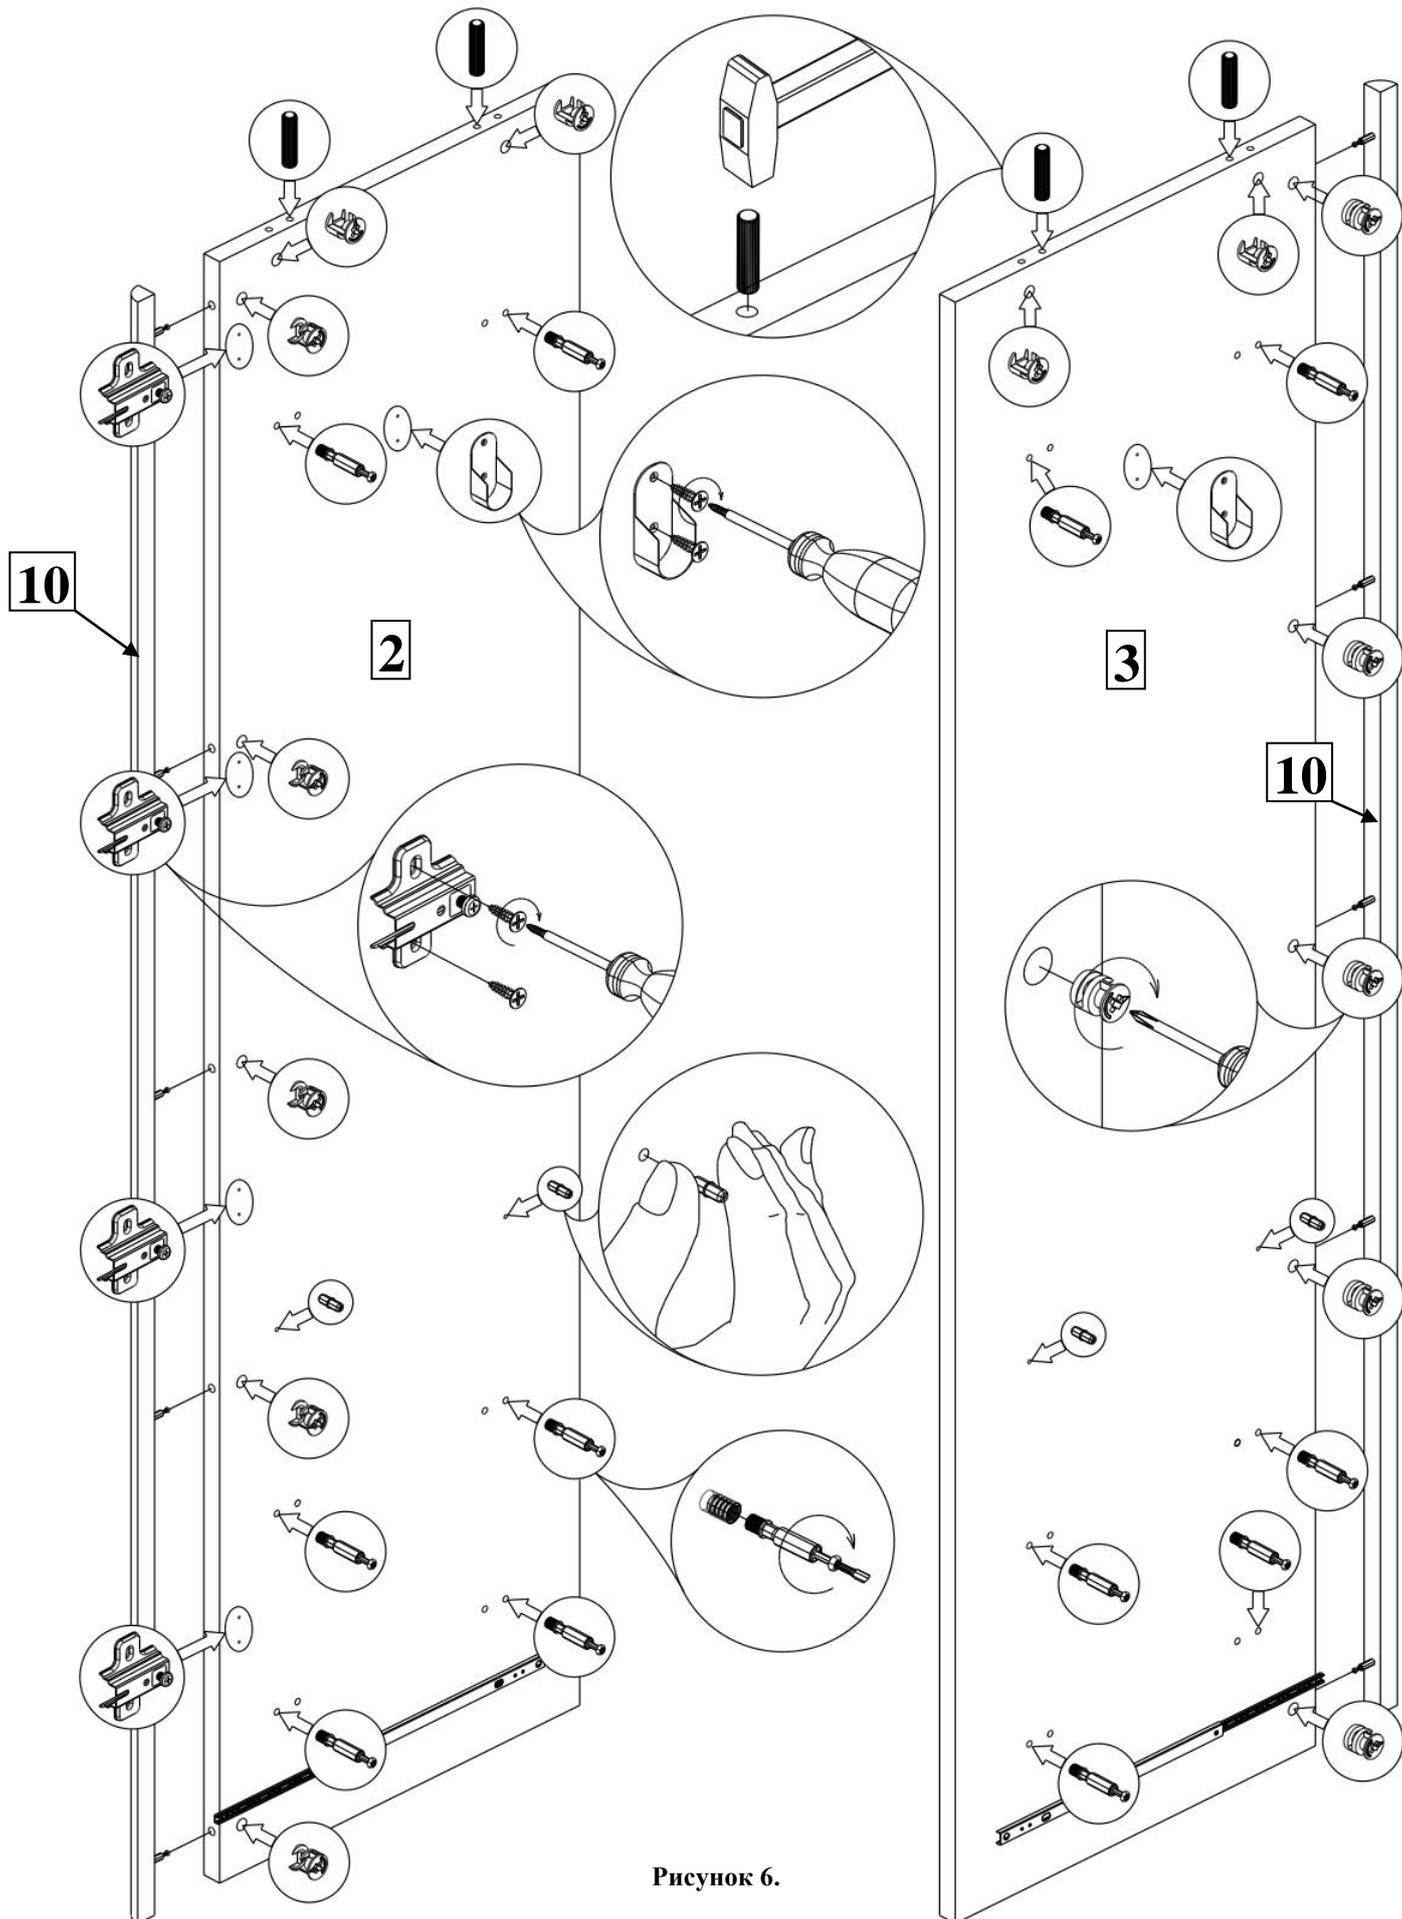

Рисунок 6.
6. Вбейте шканты в указанные торцевые отверстия деталей (поз. 2, 3). Установите эксцентрики 25мм, вкрутите дюбеля метрические, вставьте полкодержатели, шурупами 3,5x16 закрепите ответные планки петель и штангодержатели на детали (поз. 2, 3). Прикрепите детали (поз. 10) к деталям (поз. 2, 3) используя эксцентрики 25мм. См. рисунок 6.